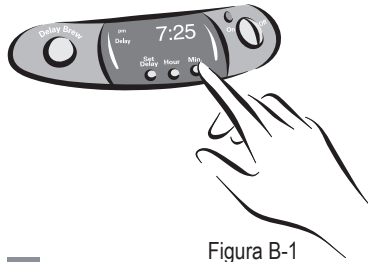

Figura B-1
2) Pressione, segurando o botão de minutos MIN, até que na tela do relógio apareçam os minutos corretos. Veja figura B-1.